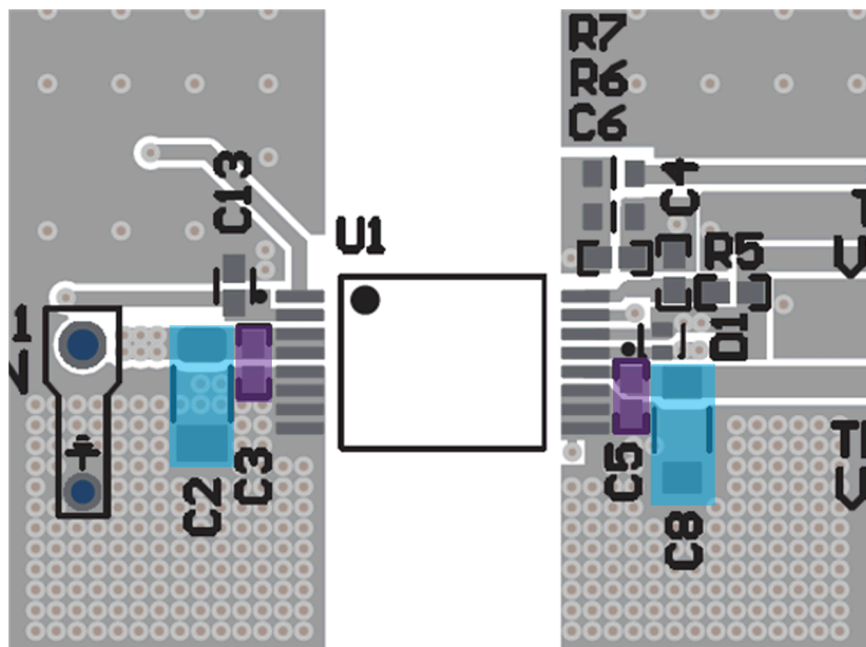

図 3-8. VIN (C2、C3) と VDD (C5、C8) コンデンサ
- b. 図 3-8 に示すように、バルク VIN コンデンサ (C2) は可能な限り近く、0.1 $\mu$ F 高周波バイパス コンデンサ (C3) と平行に、PCB 上で IC と同じ側に配置します。
#### 2. /PG デカップリング コンデンサ:/PG デカップリング コンデンサは、ピン 2 (/PG) の近く、PCB で UCC35131-Q1 と同じ側に配置する必要があります。図 3-8 に示す C13 の配置を参照してください。
- b. 図 3-8 に示すように、バルク VDD-COM コンデンサ (C8) は可能な限り近く、0.1 $\mu$ F 高周波バイパス コンデンサ (C5) と平行に、PCB 上で IC と同じ側に配置します。